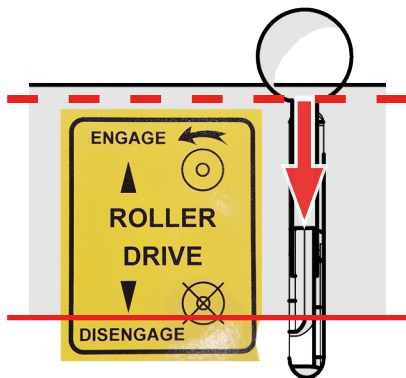

Fig. 9C - Soltar la palanca de marcha
6. Para **detener** la marcha, tire de la palanca de marcha hacia atrás hasta colocarla en la posición de desacoplamiento (Fig. 9C).